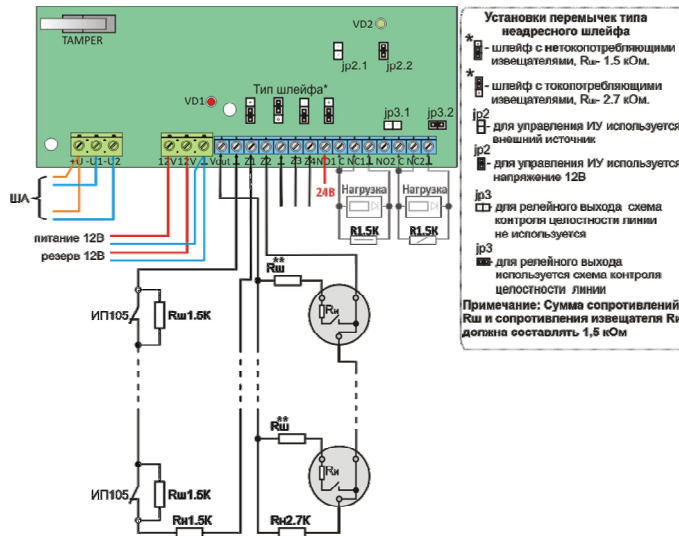

Рисунок 1
4.1 Расположение контактов подключения модуля показано на рис. 1.